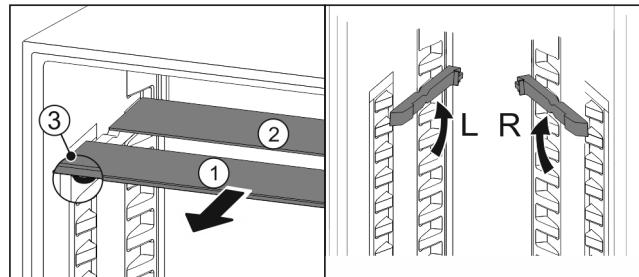

Fig. 104
- Издърпайте Fig. 104 (1) поотделно стъклените площи напред.
- Стъклената плоча Fig. 104 (1) с декоративната лайстна е отпред.
- Ограничителите Fig. 104 (3) сочат надолу.